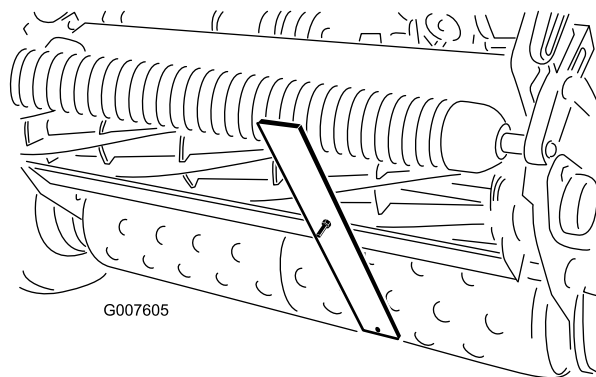

Figura 50
4. Enganche la cabeza del tornillo sobre el filo de la contracuchilla y apoye el extremo trasero de la barra sobre el rodillo trasero (Figura 50).